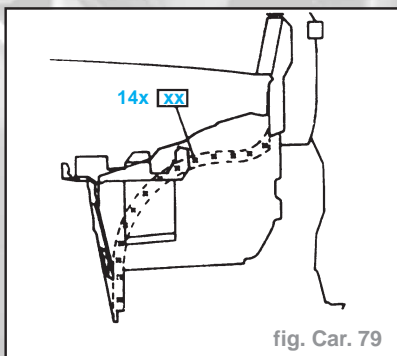

fig. Car. 79
- Le tablier d'auvent inférieur - chasse à la perceuse (fig. Car. 79).
- le tablier d'auvent inférieur (fig. Car. 79).